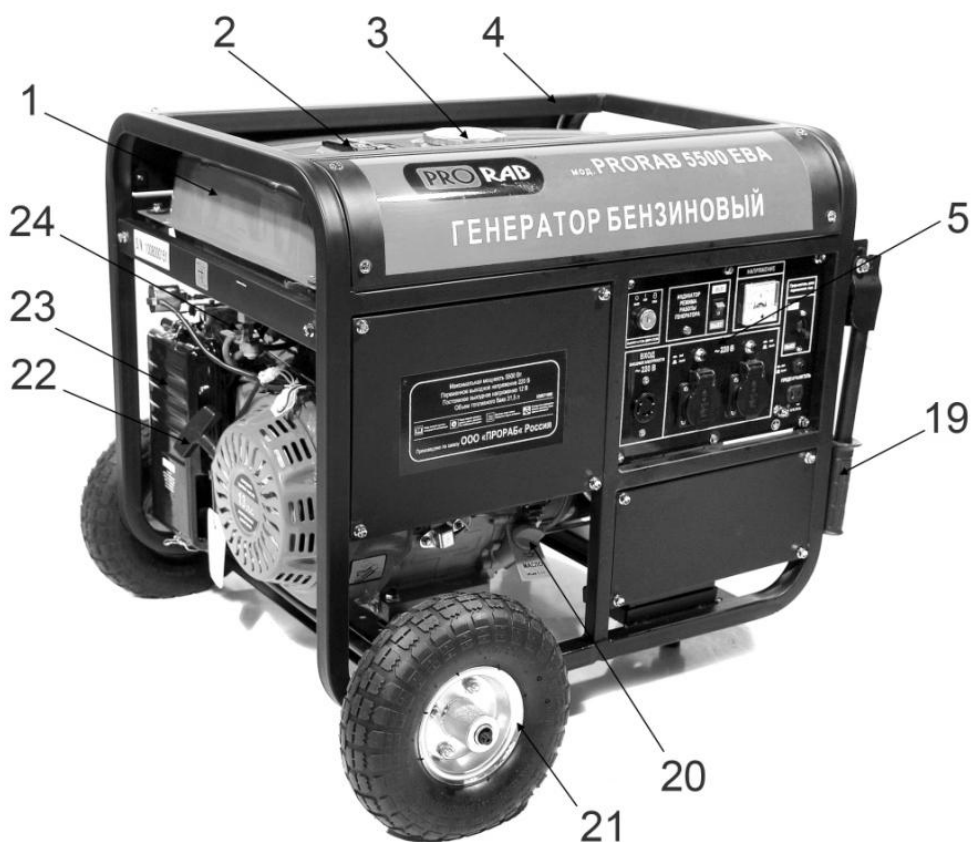

Рис. 1
- Окрутите крышку топливного бака (3)(См. Рис.1).Проверьте уровень топлива.
Любой заземлитель должен быть погружен в землю до влажных слоев грунта. На заземлителях должны быть оборудованы зажимы или другие устройства, обеспечивающие надежное контактное соединение провода заземления с заземлителем. Противоположный конец провода соединяется с клеммой заземления генератора (10)(См. Рис.1). Сопротивление контура заземления должно быть не более 4 Ом, причем контур заземления должен располагаться в непосредственной близости от генератора. При использовании генератора на объектах, не имеющих контура заземления, в качестве заземлителей запрещено использовать находящиеся в земле металлические трубы системы водоснабжения, канализации или металлические каркасы зданий.